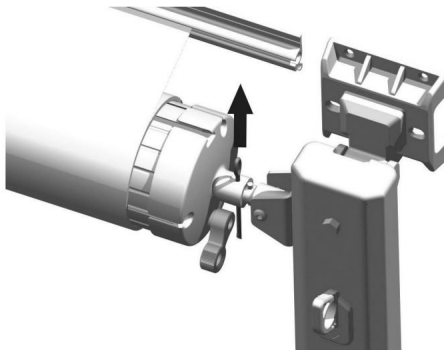

Abbildung C17
3.7 Entfernen Sie die Sicherheitsstifte auf beiden Seiten der Endkappen der Rolle (Abbildung C17), um die Stoffrolle unter Spannung zu spannen.